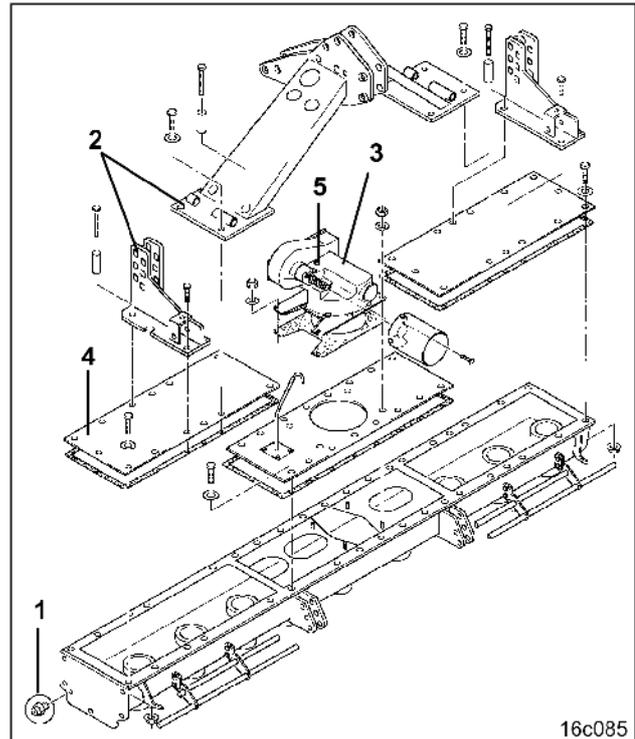

Fig. 155
- Getriebeöl an der Ölablaßschraube (Fig. 155/1) ablassen und in einem geeigneten Gefäß auffangen
Rahmenoberteil (Fig. 155/2), Getriebe (Fig. 155/3) und Stirnradwannendeckel (Fig. 155/4) demontieren.
Das Getriebe kann nach dem Lösen der vier Skt.-Mutter mit einem Kran angehoben werden. Zum Befestigen des Kranhakens ist eine Össchraube anstelle der Entlüftungsschraube (Fig. 155/5) in das Getriebegehäuse einzuschrauben.